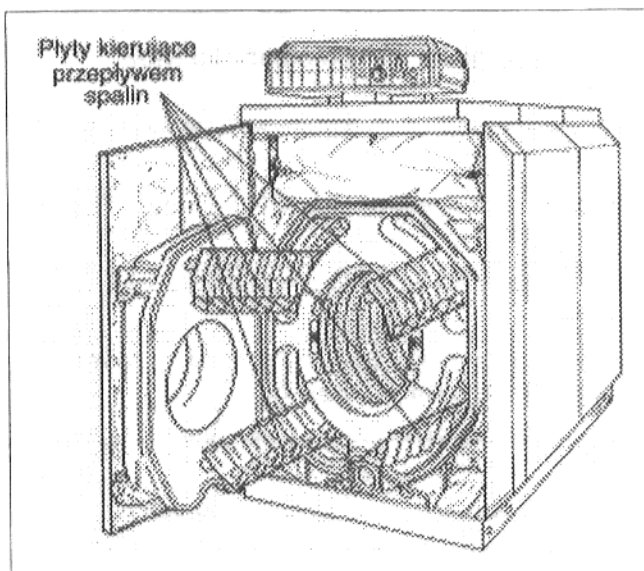

Rys. 52
- Przesunąć szczelinę śruby mocującej przejrzystą [B1] osłonę sterownika w kierunku poziomym (rys. 52) za pomocą np. monety. Zdjąć osłonę w kierunku do przodu.
- Przetawić włącznik pracy (rys. 52), do położenia 0.